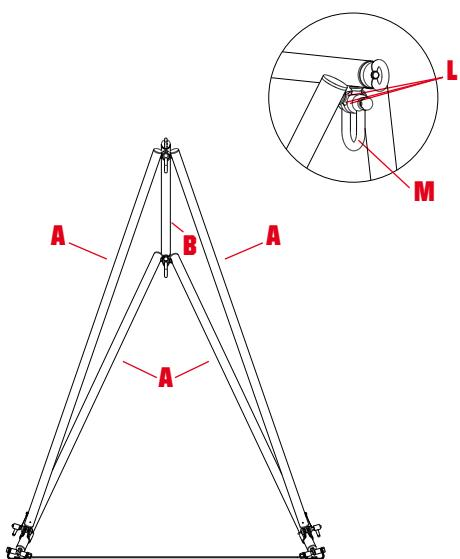

Abb. 3
b) Das Stütz- und Zugrohr (B) an den Standrohren (A) anschließen und dazu die Schäkel (M) in die Verbindungsösen (L) einsetzen - (Abb. 3).